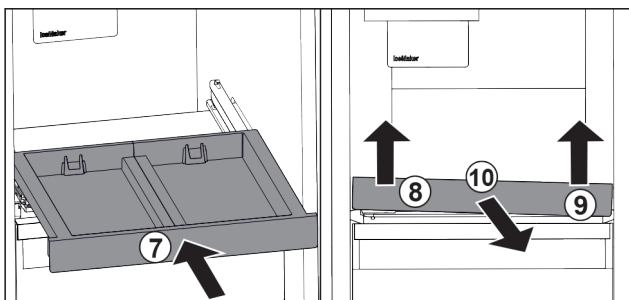

Fig. 96
- ▶ Introducir el estante extraíble. *Fig. 96 (7)*
- ▶ Levantar el estante extraíble por delante a la izquierda. *Fig. 96 (8)*
- ▶ Levantar el estante extraíble por delante a la derecha. *Fig. 96 (9)*
- ▶ Retirar el estante extraíble hacia delante. *Fig. 96 (10)*